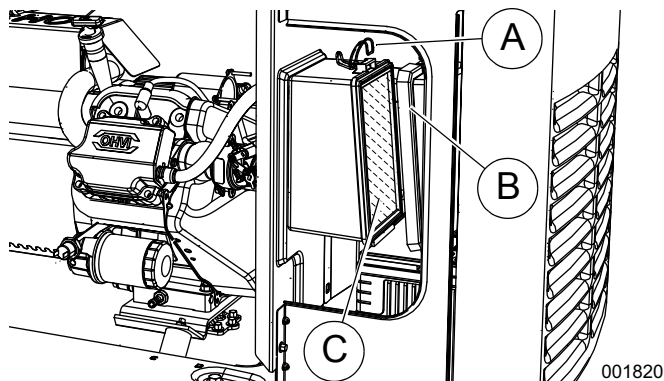
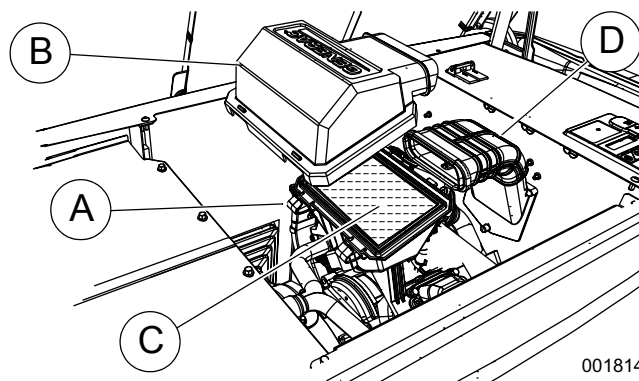

Figura 4-4. Servicio del purificador de aire (9 kW)
Figura 4-5. Servicio del purificador de aire (11-22 kW)
2. Vea la Figura 4-4 o la Figura 4-5. Retire las pinzas de la cubierta (A) y la cubierta del depurador de aire (B).